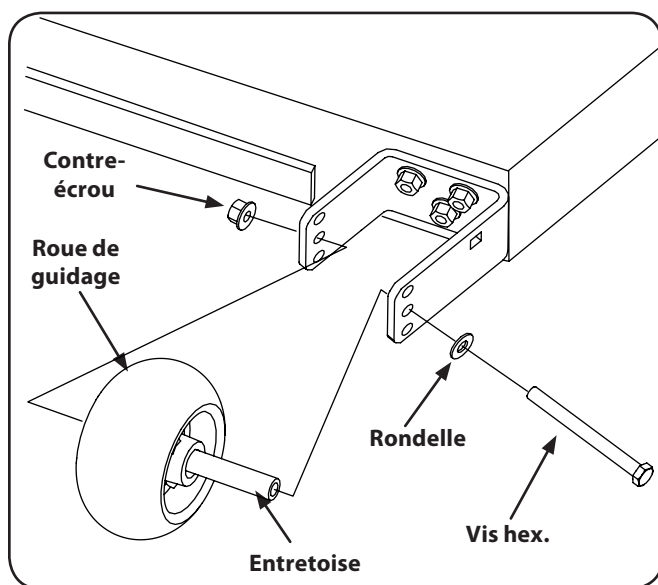

Figure 6-7
2. Enlevez le contre-écrou qui maintient l'un des boulons à épaulement sur le plateau de coupe. Démontez la roue de guidage en retirant le vis hex. Consultez la figure 6-7